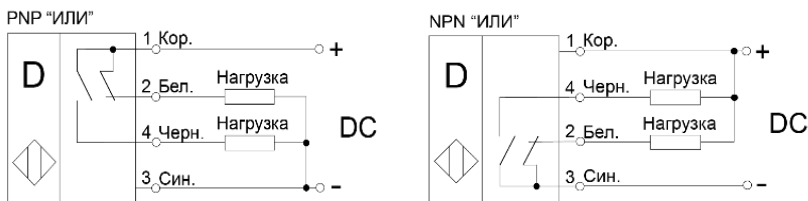

Рисунок 1 - Варианты схем подключения выключателей
3.5 Выключатели включаются в электрическую цепь по 4-х проводной схеме (Рис. 1). Соответствие выводов и схема подключения указаны в маркировке выключателя.